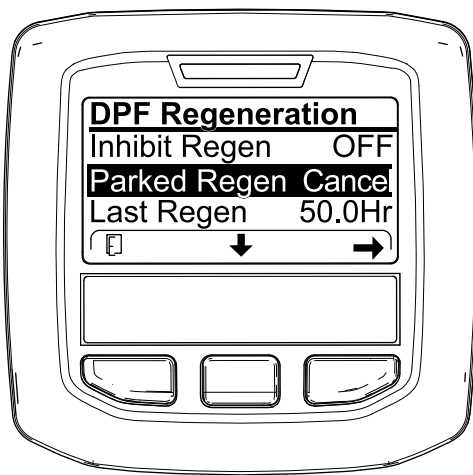
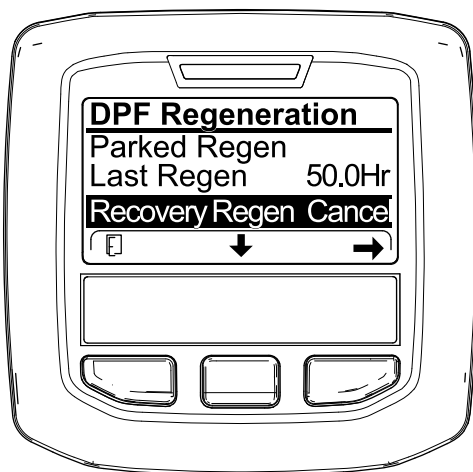

Figura 65
Figura 66
- Acceda al menú DPF Regeneration (Regeneración de DPF) (Figura 65).
2. Pulse el botón central para desplazarse hacia abajo, hasta la opción PARKED REGEN CANCEL (Cancelación de regeneración con máquina aparcada) (Figura 65) o la opción RECOVERY REGEN CANCEL (Cancelación de regeneración de recuperación) (Figura 66).
3. Pulse el botón derecho para seleccionar la opción Regen Cancel (Cancelación de regeneración) (Figura 65 o Figura 66).